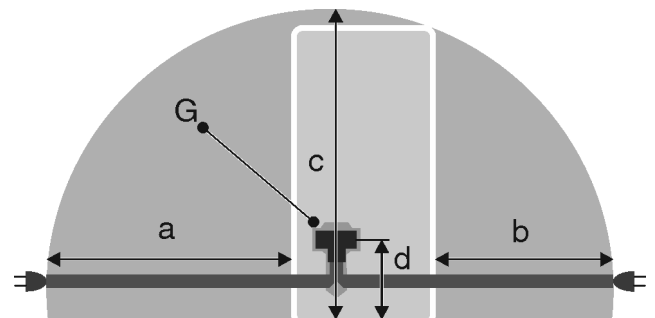

Fig. 51
- La presa non deve trovarsi nella zona posteriore dell'apparecchio, ma entro la zona indicata Fig. 51 (a, b, c).
- ▶ Inserire la spina Fig. 51 (G) sul retro dell'apparecchio. Assicurarsi che si innestino correttamente.